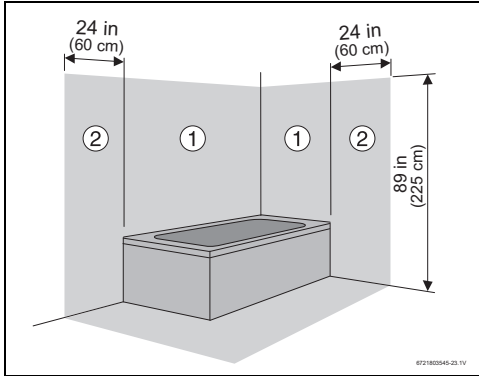

Fig. 4 Áreas de protección para bañera o plato de ducha
- ▶ No lo instale en las áreas de protección 1 y 2 (→ Fig. 4).